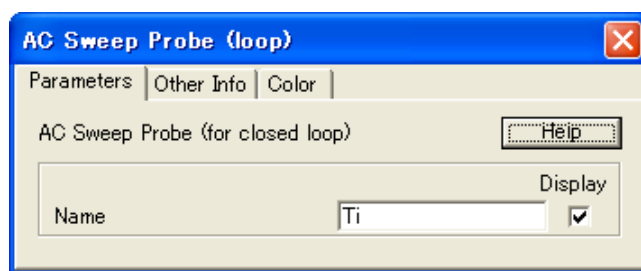

図 6. 閉ループプローブウィンドウ
3. まず「閉ループプローブ」の設定を行います。「閉ループ AC プローブ」は図のように、入力電圧源が閉ループに入力される点に接続します。設定ウィンドウは図 6 に示していますが、ここではプローブの名前を付けるだけでその他の操作は特に必要ありません。